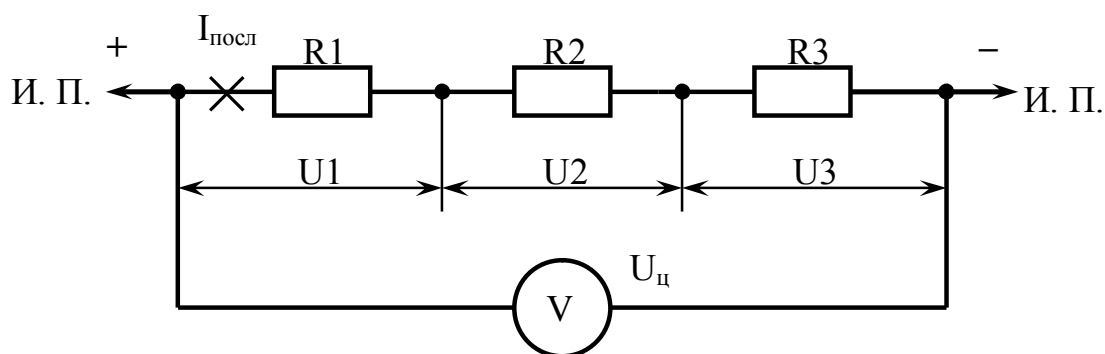

Рис. 11
1. Установите переключатели: SA1  $\rightarrow$   $I_{посл}$ ; SA2  $\rightarrow$   $I_{вх(исх)}$  (рис. 11).